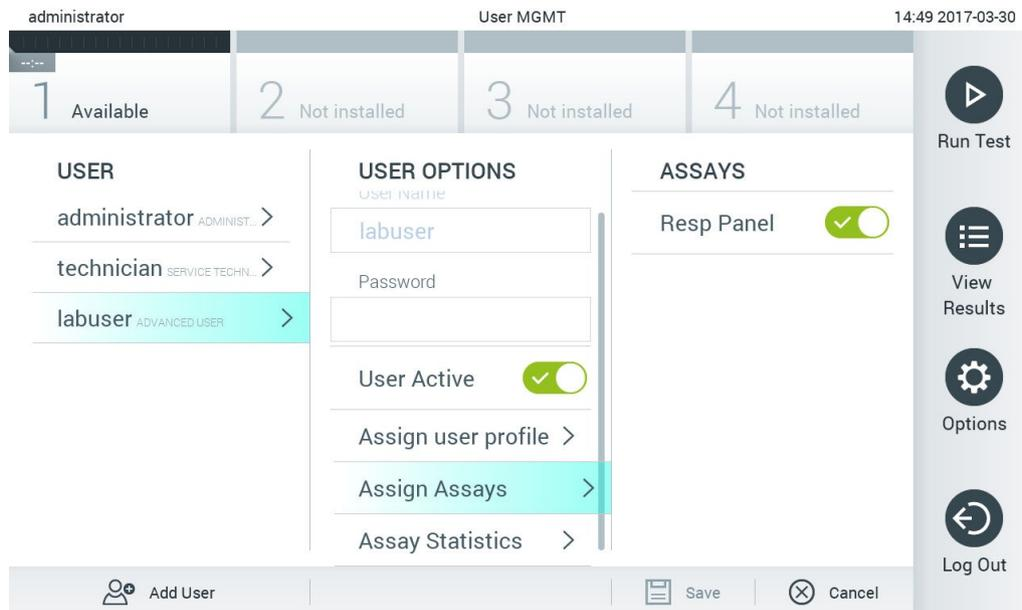

図 55. アッセイをユーザーに割り当てる。
- **Assign Assays** (アッセイの割り当て) : ユーザーが実行を許可されるアッセイデータベースのアッセイを定義できます。コンテンツエリアの右側のリストからアッセイを選択します (図 55)。